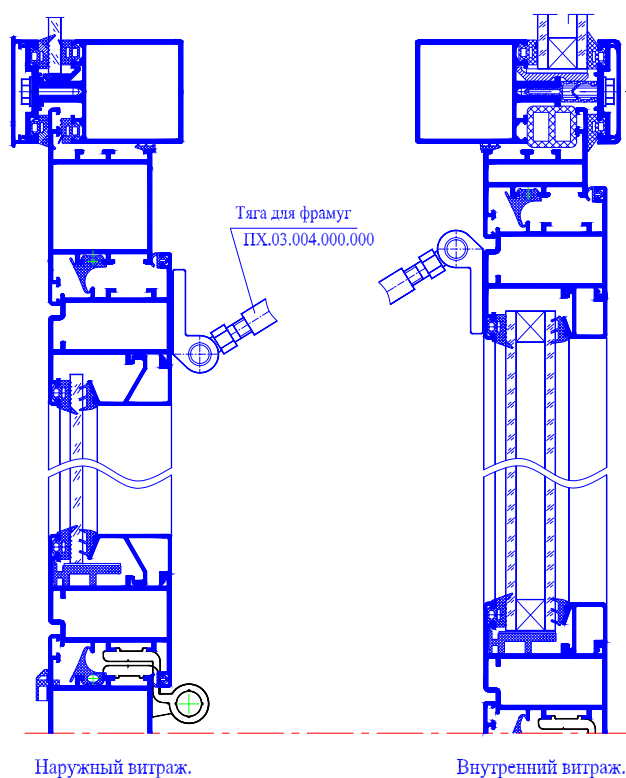

Рис. 6-22 Монтаж фрамуг при двойном остеклении в отдельных переплетах
**При монтаже фрамуг в двойное остекление в отдельном переплете (две «нитки витражей») фрамуги сочленяются между собой тягами для фрамуг ПХ.03.004.000.000 (рис.6-22).**